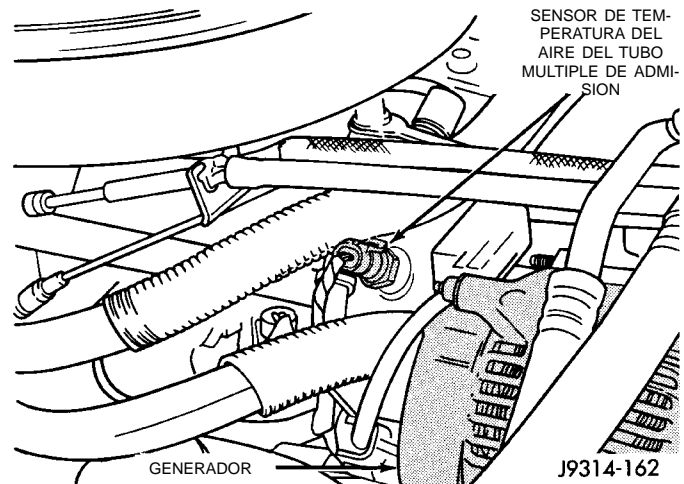

Fig. 89 Sensor de temperatura del aire—Motor de 5.2L/5.9L—Característico
El sensor de temperatura del aire del tubo múltiple de admisión está situado en la parte delantera lateral del tubo múltiple de admisión (Fig. 89).
(1) Desconecte el conector eléctrico situado en el sensor (Fig. 89).
(2) Retire el sensor del tubo múltiple de admisión.